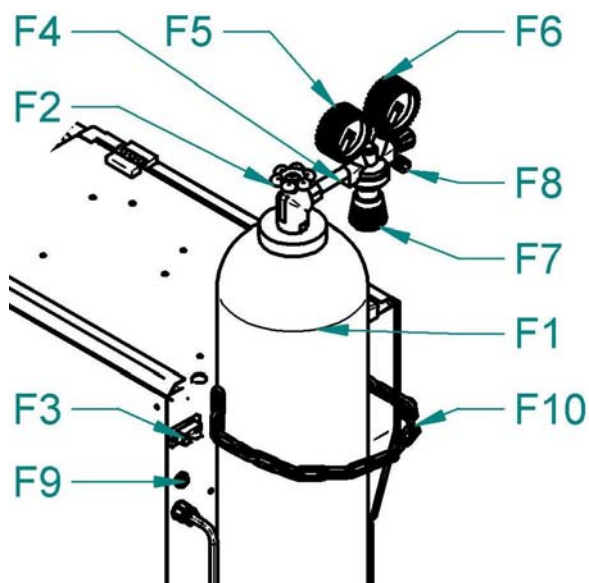

Abb. 10 - Einstellen des Gasflusses
- Stecken Sie den Gasschlauch an die Maschine an (Abb. 10, Pos. F9).
- Drehen Sie an der Stellschraube (Abb.10. Pos.F7) an der unteren Seite des Reduktionsventiles solange bis der Strömungsmesser (Abb. 10, Pos. F6) die gewünschte Durchflussmenge anzeigt. Jetzt können Sie den Knopf wieder loslassen. Die optimale Durchflussmenge ist 10-15 l/Min.